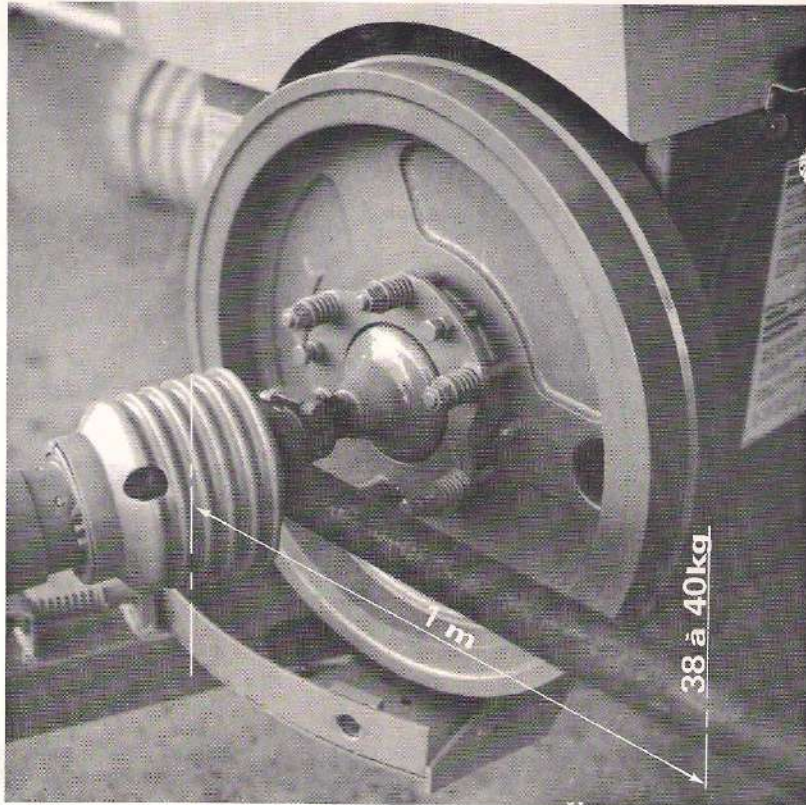

Fig. 23
- b – Limiteur de couple, réglage 38 à 40 mkg (fig. 23 et 24) maxi. Au-delà la transmission n'est plus protégée.
Pour contrôler : bloquer le piston, placer un tube de longueur 1 mètre dont l'extrémité a été aplatie, dans la fourche du cardan (fig. 23), et appliquer une force de 38 à 40 kg.
- b – Slip clutch adjusted at 38-40 mkg (Fig. 23 and 24) maximum beyond PTO SHAFT is no more protected.
To check the clutch torque : block the plunger, insert a 1 meter tube with flattened end in the universal joint fork (Fig. 23) and apply a load of 38-40 kg.
- b – Rutschkupplung, Einstellung 38 bis 40 mkg. (Abb. 23 und 24)
- b – Limitador de par. Reglaje : 38 a 40 mkg (fig. 23 y 24).
Para controlarlo : bloquear el pistón, colocar una palanca de un metro de longitud con un extremo aplanado. Pasar el extremo aplanado entre las horquillas del eje cardán (fig. 23) y ejercer una fuerza de 38 a 40 kg.